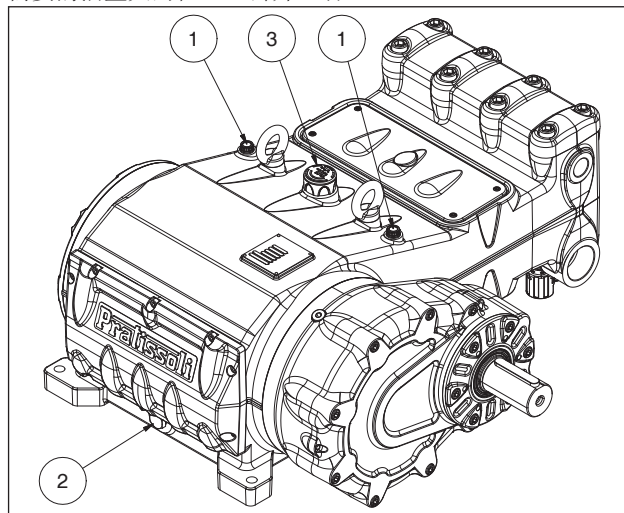

图 3
通过配有最小①和最高图 3刻度的专用液面杆来检查油料液面。
如有需要应从油盖③,图 3处进行添加。
油位的正确检查应在泵处于室温下进行,换油必须在泵处于工作温度下进行,方法是拆除加油盖(②,图 3)后进行。